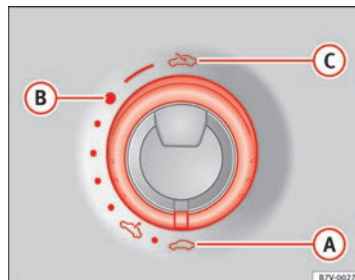

Abb. 59 An der Innenseite des Formhimmels: Schalter drehen zum Öffnen und Schließen.
⇒ Abb. 59
- Schalter $\Rightarrow$ Abb. 59 ① muss in Stellung „Geschlossen“ ② gedreht sein.